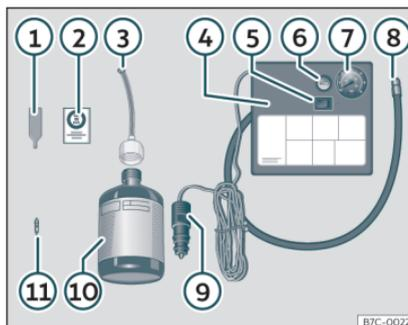

Fig. 34 Représentation standard : contenu du kit anticrevaison.
Le kit anticrevaison se trouve dans le coffre à bagages, sous le revêtement de plancher. Il inclut les composants suivants»» fig. 34 :
- Dévissez le capuchon et l'obus de la valve du pneu. Utilisez l'appareil»» fig. 34 ① pour extraire l'obus. Placez-le sur une surface propre.
- Agitez fortement la bouteille de produit de colmatage des pneus»» fig. 34 ⑩.
- Vissez le tuyau de gonflage»» fig. 34 ③ sur la bouteille de produit de colmatage. Le plombage du goulot de la bouteille est automatiquement percé.
- Retirez le bouchon du tuyau de remplissage»» fig. 34 ③, puis vissez l'extrémité ouverte du tuyau sur la valve du pneu.
- Placez de nouveau l'obus de valve sur la valve du pneu avec l'outil»» fig. 34 ④.
- Vissez le tuyau de gonflage du pneu du compresseur»» fig. 34 ⑧ sur la valve du pneu.
- Vérifiez si la vis d'évacuation d'air est serrée»» fig. 34 ⑥.
- Branchez le connecteur»» fig. 34 ⑨ à une prise de courant de 12 volts du véhicule»» page 154.
- Raccordez le compresseur d'air au commutateur ON/OFF»» fig. 34 ⑤.
- Collez l'autocollant»» fig. 34 ② sur le combiné d'instruments, dans le champ de vision du conducteur.
Revissez le tuyau de gonflage»» fig. 34 ⑤ et vérifiez la pression du manomètre ⑥.